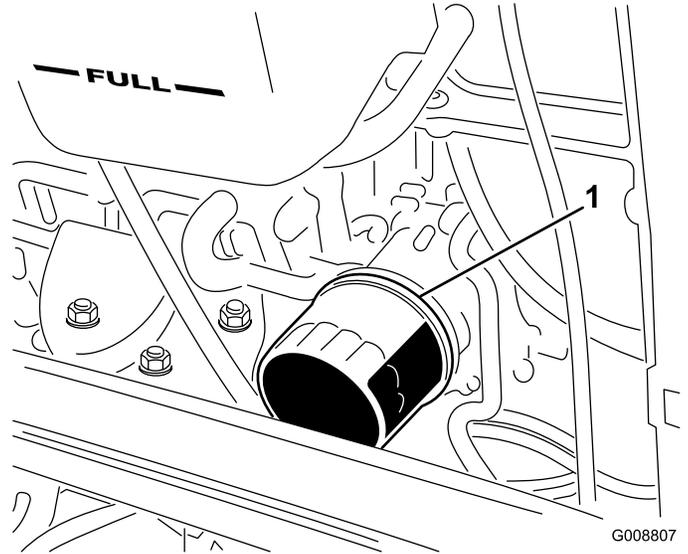

Bild 57
2. Entfernen Sie den Ölfilter (Bild 57). Ölen Sie die neue Dichtung am Ölfilter leicht mit frischem Öl ein, bevor Sie den Filter eindrehen. Ziehen Sie nicht zu fest.